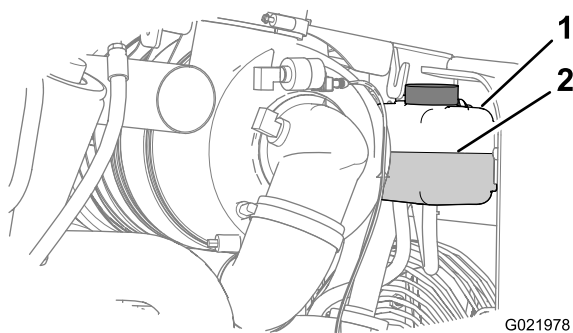

Рисунок 78
4. Проверьте уровень охлаждающей жидкости в баке (Рисунок 78).
**Примечание:** Убедитесь в том, что уровень охлаждающей жидкости находится между отметками Add (Добавить) и Full (Полный) бачка (Рисунок 78).